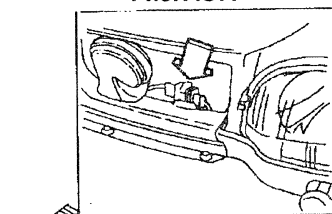

Рис. 7.91.
94. Удалить крышку (рис. 7.25), разъединить электрическое соединение (рис. 7.91). Удалить рычаг стеклоочистителя, освободить шланг стеклоомывателя, вынуть молдинг под фарой. Заменить двигатель.
96. Удалить электрические соединения (рис.7.91), а также рычаг стеклоочистителя, шланг стеклоомывателя и молдинг под фарой.